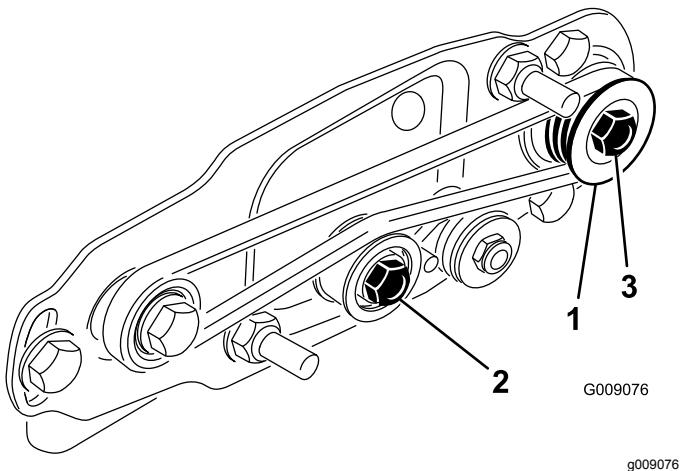
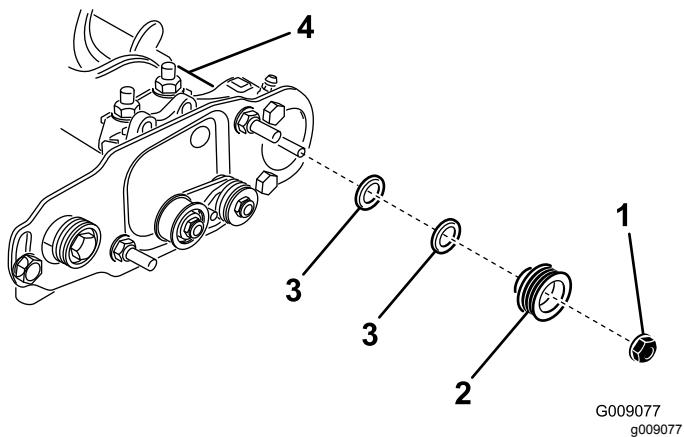

Bild 39
Bild 40
1. Die Antriebsscheibe (an der Rollenbürstenwelle) kann nach innen und außen bewegt werden (Bild 39).
2. Drehen Sie die Spindel, die die Antriebsscheibe dreht, und drücken Sie gleichzeitig den Riemen von der Antriebsscheibe (Bild 39).
3. Entfernen Sie die Sicherungsmutter, mit der die Antriebsriemenscheibe an der Bürstenwelle befestigt ist (Bild 39 oder Bild 40).
4. Nehmen Sie die Antriebsscheibe von der Welle (Bild 40).
5. Wenn die Scheibe nach außen bewegt werden muss, legen Sie ein Distanzstück (0,8 mm) auf (Bild 40). Wenn die Scheibe nach innen bewegt werden muss, entfernen Sie das 0,8 mm dicke Distanzstück.